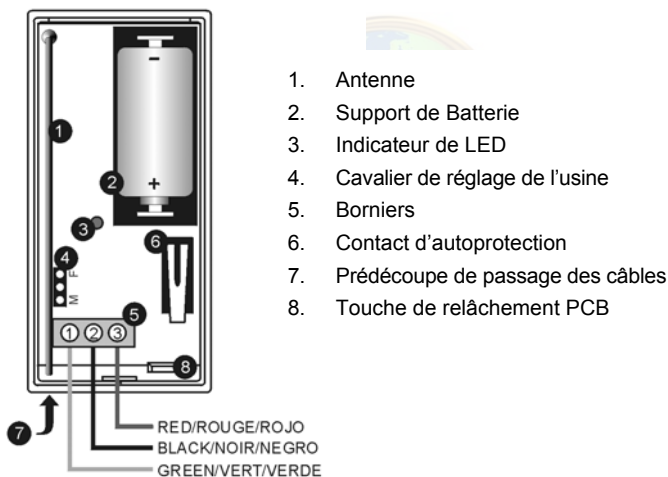

Figure 2: WD861 Émetteur (sans couvercle)
- Connectez le câble du détecteur au borniers, comme illustré dans la Figure 2.